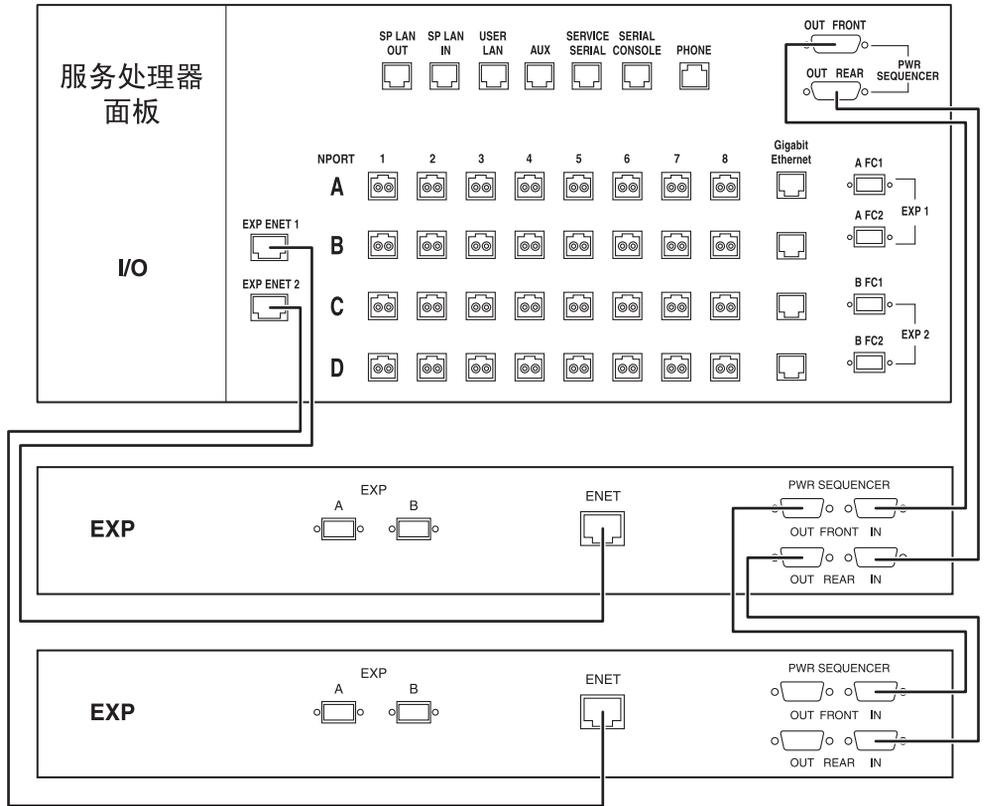

图 B-5 用以太网电缆和电源定序器电缆连接基本机箱、扩展机箱 1 和扩展机箱 2
2. 如果您要连接两个扩展机箱，请在基本机箱和两个扩展机箱之间连接两根以太网电缆和四根电源定序器串行电缆（部件编号为 530-3210-01），如图 B-5 所示。